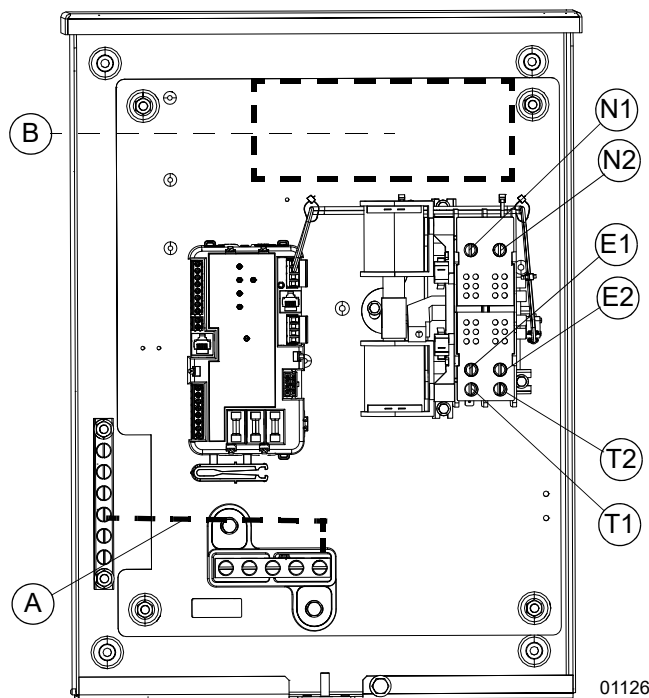

Figura 3-3. Conexiones de cableado, unidad de 100 A
NOTA: El modelo con clasificación para entrada de servicio tendrá una desconexión de servicio en el área (B) de la Figura 3-3.